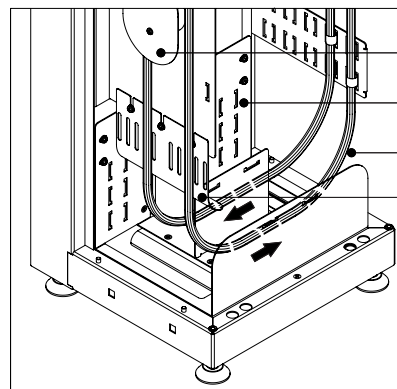

Figura 12C
6. Encaminhe os cordões pela parte traseira do guia inferior de cabos (item 2), passando pela Curva Guia de cabos (item 3) até o tubo guia (item 4) (veja figura 12C).
8. Encaminhe os cordões pela parte frontal do guia inferior de cabos até os suportes guia de cabo lateral (veja figura 12C).